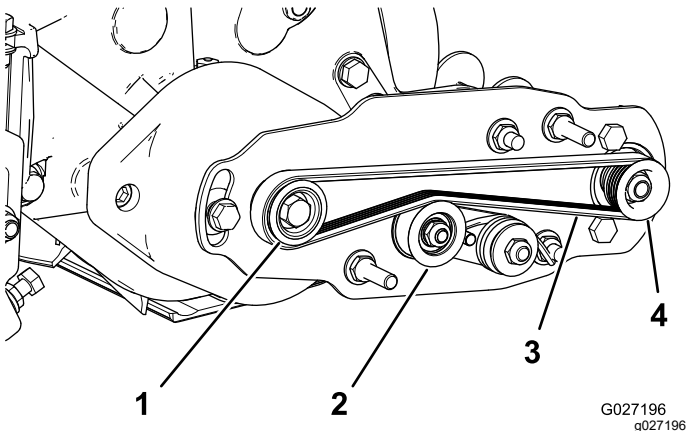

Рисунок 14
- Обведите ремень вокруг **ведущего шкива**, а затем проложите по верхней части натяжного шкива (Рисунок 14).